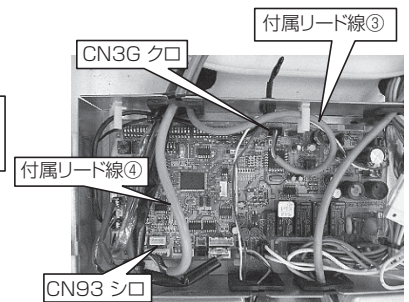

図3-10
- 5) 付属リード線③のコネクタ(3P クロ)を本体制御基板上のコネクタ CN3G(クロ)に確実に差込んでください。(図3-10)
- 6) 付属リード線④のコネクタ(9P シロ)を本体制御基板のCN93(シロ)に確実に差込んでください。(図3-10)